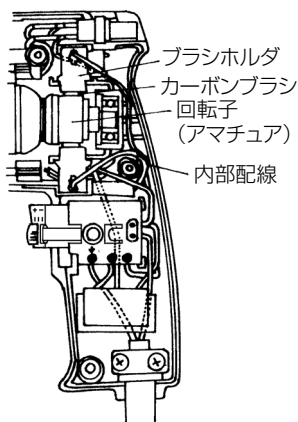

図 24
- (3) 内部配線類が図 24 のように正規の位置にあること、また内部配線類が回転子 (アマチュア) に接触しないことを十分確認してください。
- (4) 内部配線類がハウジングとの間にはさみ込まれないよう十分注意してハンドルカバーをかぶせて小ねじを締付けてください。